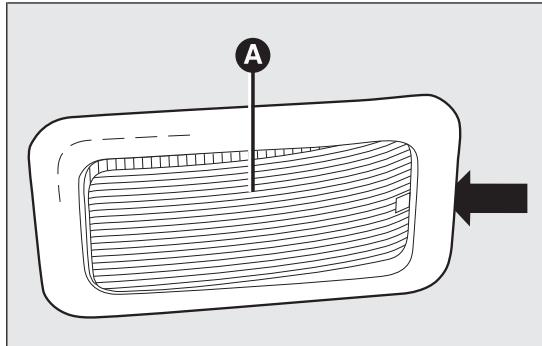

Abb. 120
- Mit dem mitgelieferten Schraubenzieher die Deckenleuchte A Abb. 120 herausziehen und auf den vom Pfeil angegebenen Punkt Druck ausüben;